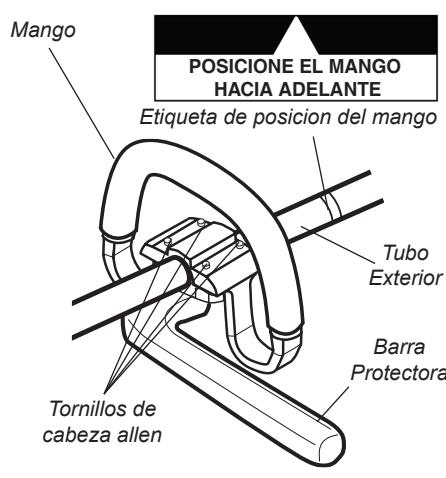

Figura 5B
2. Afloje los cuatro tornillos de cabeza hueca y rote el mango 90 grados. Consulte la figura 5B.